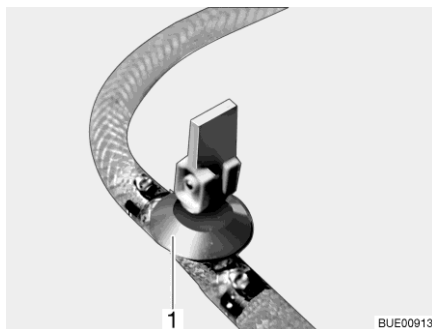
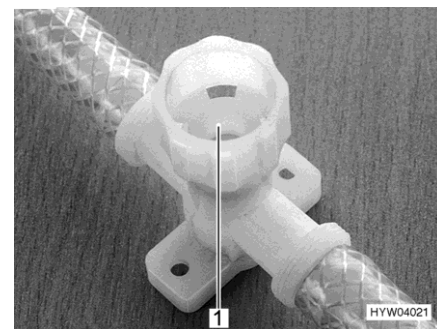

Fig. 267 Robinet de vidange (avec levier à bascule)
Fig. 268 Robinet de vidange (avec capuchon tournant)
- Ouvrir tous les robinets de vidange. Placer pour ce faire le levier à bascule (Fig. 267,1) à la verticale ou faire tourner le capuchon du robinet de vidange (Fig. 268,1) dans le sens inverse des aiguilles d'une montre.